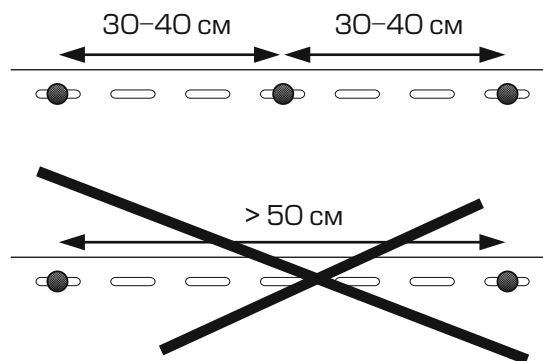

рис. 6
1. На обрешеченную поверхность устанавливается начальная планка по заранее отчерченной меловой линии. Её крепление производится гвоздями или шурупами через каждые 30 см. (рис. 6).